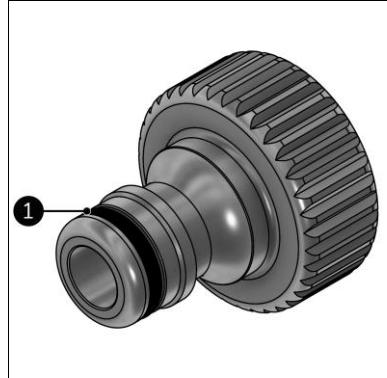

Abbildung 16
- Tragen Sie Vaseline auf den O-Ring der Gartenschlauchkupplung (Abbildung 16, Pos. 1) auf.